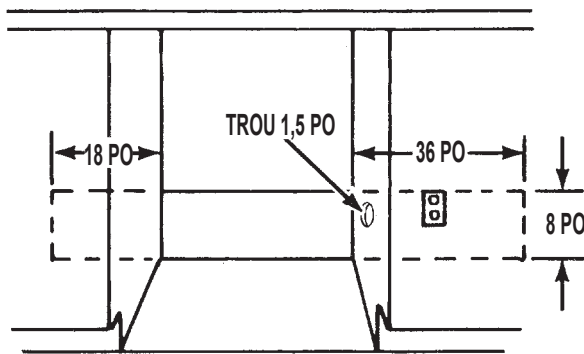

FIGURE 1
1. La prise de courant doit être située à une distance raisonnable du lave-vaisselle pour qu'il soit possible de y brancher le cordon d'alimentation sans l'étirer. Voir la ligne pointillée à la figure 1.
2. Si nécessaire, découper un trou de diamètre 1,5 po (4 cm) dans une paroi latérale d'un placard pour le passage du cordon d'alimentation. Voir la figure 1.